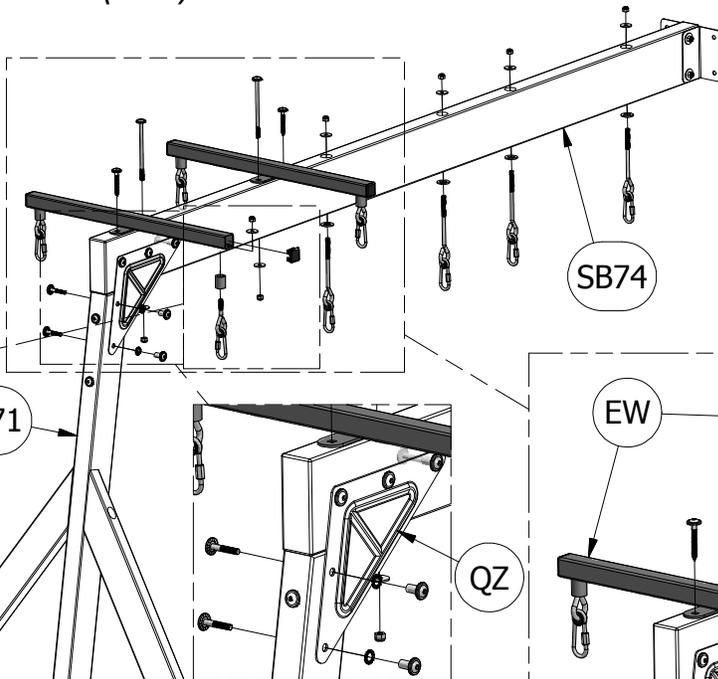

FIG. 1
(4) EY - EMBOUT DE SUPPORT DE BALANÇOIRE DOUBLE - A100067
JOINDRE (2) QZ PLAQUES DE TRIANGULAIRE W71 SOUTIEN BALANCELLE UTILISER LA CROIX (2) 1-3/4" BOULONS, RONDELLES ET 7/8" ECROU DE BARILLET (FIG. 1).
- PLACEZ 1 TRAVERSE DE GLISSOIRE SUR UNE SURFACE PLANE ET COMMENCEZ À INSÉRER L'ASSISE DE LA GLISSOIRE AU BAS DE LA TRAVERSE (FIG. 1). PLACEZ LE BAS DU SUPPORT DANS LE LOGEMENT DU SUPPORT, AU BAS DE LA TRAVERSE; DEMANDEZ À LA PERSONNE QUI VOUS AIDE DE FLÉCHIR L'ASSISE DU TOBOGGAN VERS LE HAUT DE LA GLISSOIRE ET INSÉREZ L'ASSISE DANS LA RAINURE DE LA GLISSOIRE. ASSUREZ-VOUS QUE L'ASSISE DE LA GLISSOIRE EST COMPLÈTEMENT ENFONCÉE DANS LA RAINURE. FIXEZ À L'AIDE DE (12) VIS À BOIS DE 2-1/2 PO À CHAQUE EMPLACEMENT DES AVANT-TROUS, TEL QU'ILLUSTRÉ CI-DESSOUS.